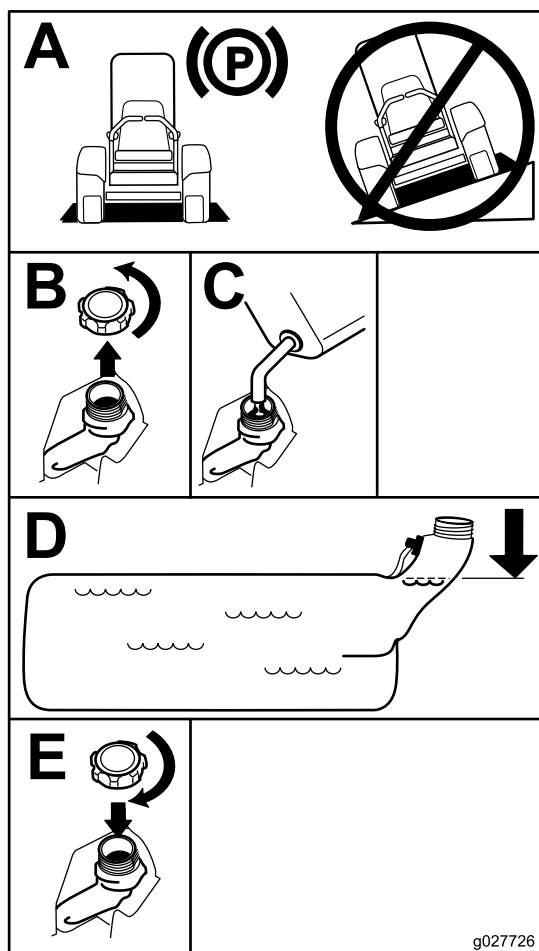

Figura 7
5. Llene el depósito de combustible hasta la parte inferior del cuello de llenado (**Figura 7**).